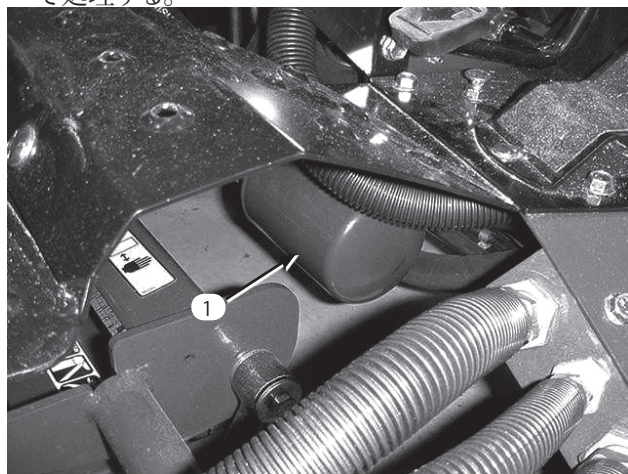

図50
3. フィルタ取り付け部の周辺をウェスできれいにぬぐう (図50)。フィルタ・ハウジングの下からフィルタを外し、オイルを廃油受けに回収する。フィルタレンチはボトムタイプのものを使用する。廃油は適切な方法で処理する。